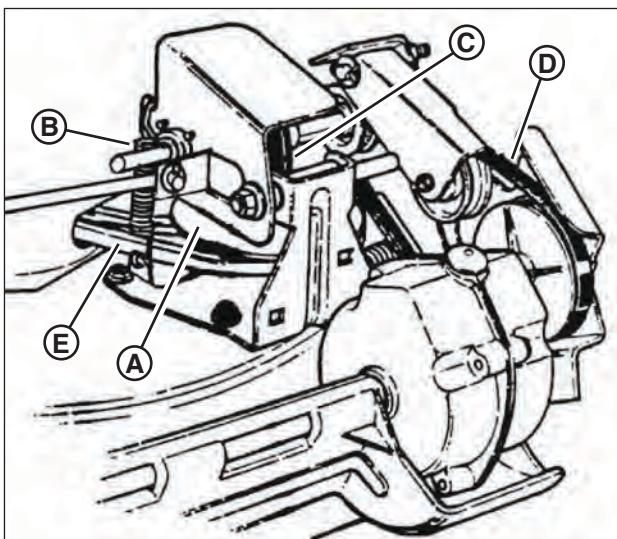

Figure 24 : Composants des roues motrices
1. Graisse sur le disque d'entraînement (**A**, Figure 24) qui cause un glissement.